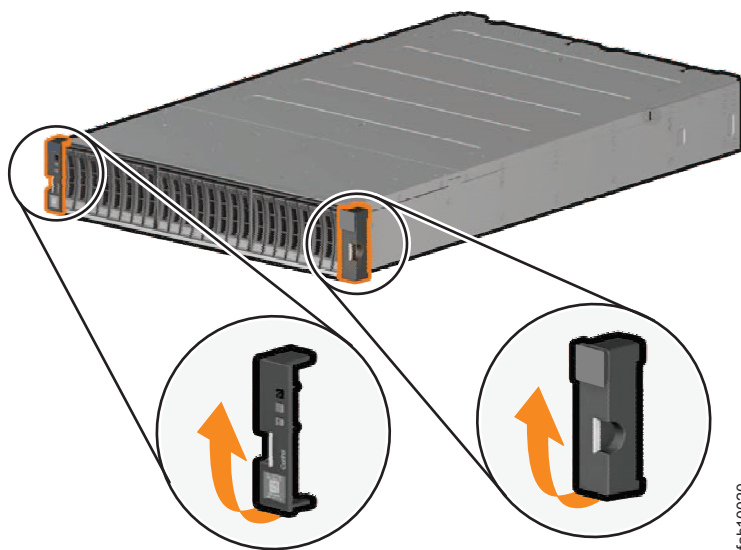

Рисунок 40. Удаление заглушек корпуса
1. С любой стороны блоков приводов снимите заглушки корпусов, за ручку вытаскивая нижнюю часть заглушек, а затем освобождая язычок в верхней части корпуса. (См. рис. 40.)